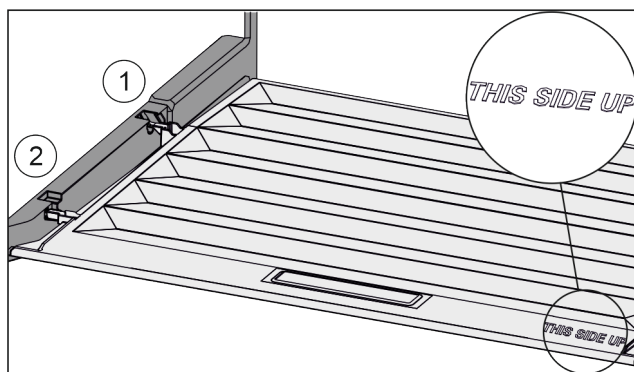

Fig. 125
- ▶ Výstupky víka zavedte do zadních držáků Fig. 125 (1) a vpředu zaklesněte do držáku Fig. 125 (2).